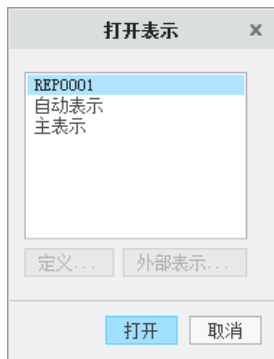

图 3.11.13 “打开表示”对话框
(1) 在工具栏中单击“新建”按钮 , 系统弹出“新建”对话框。
(2) 在“新建”对话框的 **类型** 区域中选 **绘图** 单选项, 在 **名称** 文本框中输入工程图文件名 rib, 取消选中 **使用缺省模板** 复选框, 即不使用默认模板, 单击 **确定** 按钮, 系统弹出“新建绘图”对话框。
(3) 选取工程图模板或图框格式。在系统弹出的“新建绘图”对话框的 **默认模型** 区域中接受系统的默认选择 (模型 RIB.PRT); 在 **指定模板** 区域中选 **空** 单选项; 在 **方向** 区域中选取“纵向”; 在 **标准大小** 下拉列表选取 **A4** 选项; 单击 **确定** 按钮, 进入工程图环境。
Step4. 在系统弹出的图 3.11.13 所示的“打开表示”对话框中选取简化表示 **REF0001** 选项, 单击 **打开** 按钮, 关闭对话框。